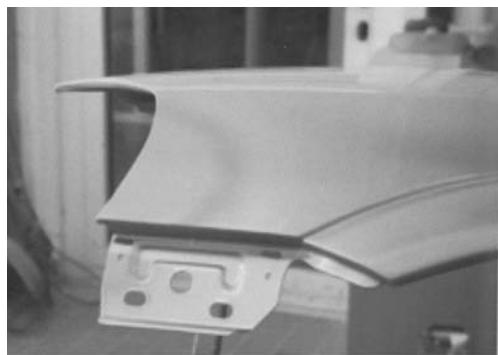

图 8-81 喷涂中涂底漆
(1)打磨完成后,用除油剂清洁,然后喷涂中涂底漆。尽量将中涂底漆控制在较小的范围,并注意边缘位置要渐近,不要形成台阶状,如图 8-81 所示。